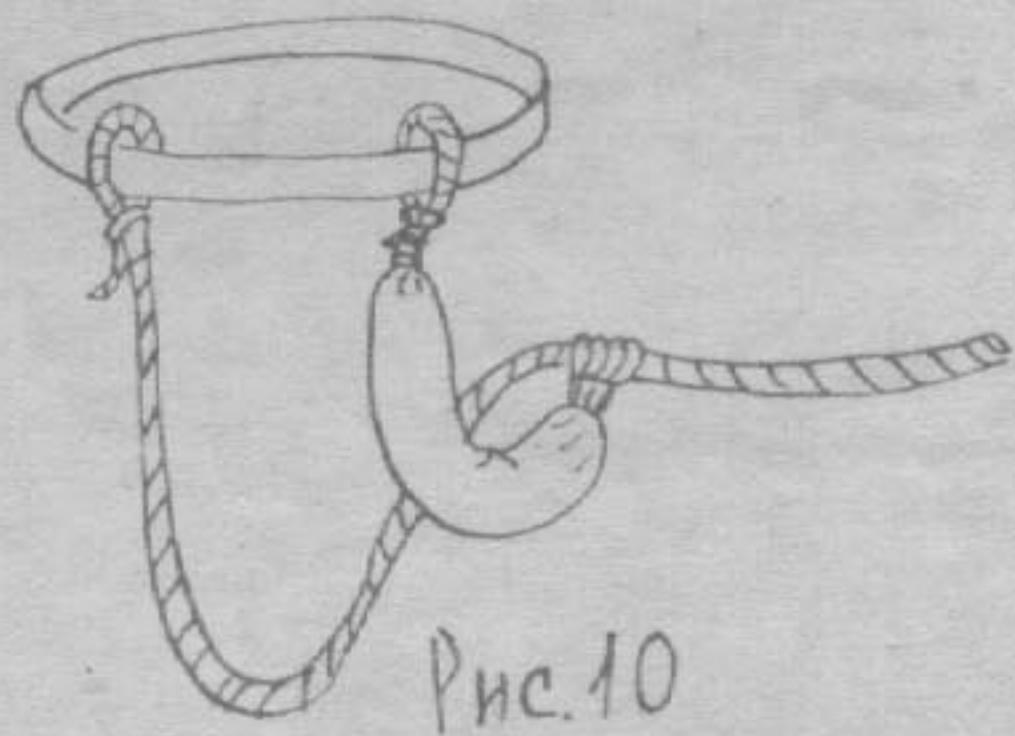

Рис. 10
6.2.2. При одновременном движении связки по склонам и гребням каждый из партнёров прикрепляется к концам основной веревки и к одному из концов амортизатора. Второй конец соединяется с верёвкой схватывающим узлом на расстоянии от грудной обвязки 4м. Образовавшаяся петля основной верёвки собирается в кольца и переносится в руке, либо собирается в петли аналогично амортизатору/Рис. 10/. амортизатор не препятствует набору и или стравливанию дополнительных колец при взаимном приближении или удалении партнёров. В случае срыва одного из партнёров, второй принимает меры по самозадержанию: действия его не отличаются от обычных.